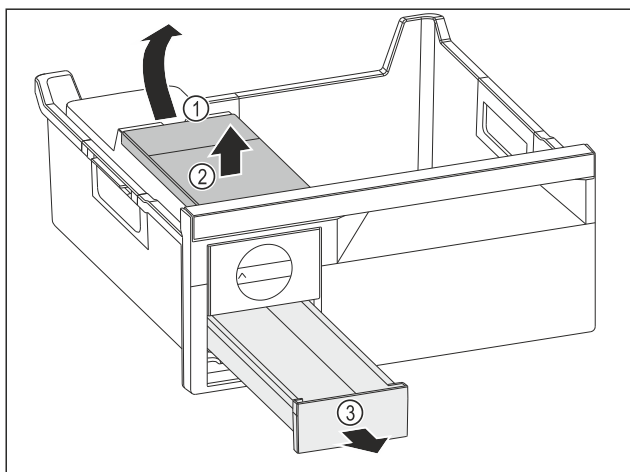

Fig. 120
- ▶ Wyjmowanie zbiornika wody: Zbiornik wody unieść za wycięcia Fig. 120 (1).
- ▶ Wyjąć zbiornik wody Fig. 120 (2) do góry.
- ▶ Wyjąć szufladę na kostki lodu Fig. 120 (3) do przodu.